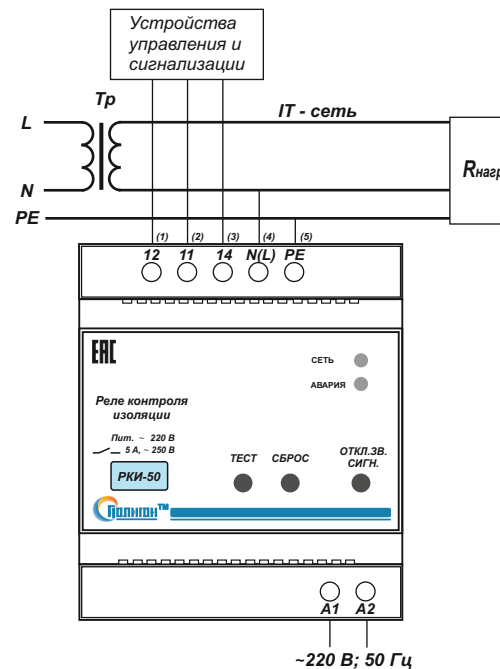

Рис.1. Типовая схема подключения блока РКИ-50 к однофазной сети.
4.3. Произвести подключение реле контроля изоляции РКИ-50 согласно маркировке (рис.1,2,3.): N(L) - нейтраль (фаза